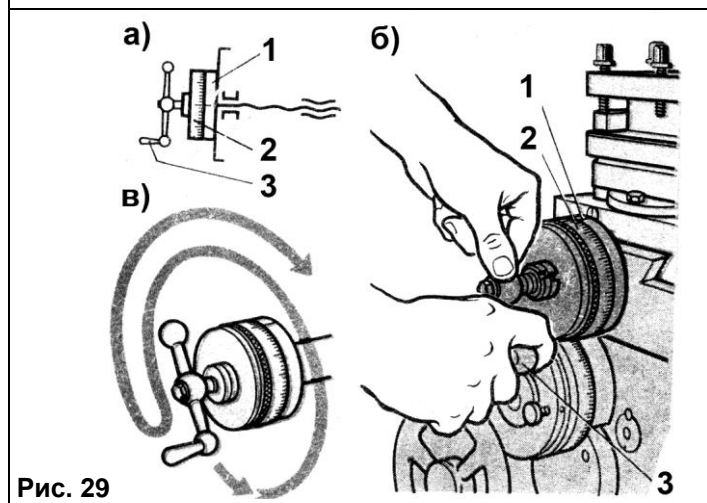

Рис. 29
11.9. Между винтом суппорта и его гайкой всегда имеется некоторый зазор (люфт). Чтобы люфт не вызывал погрешности при установке резца по лимбам, предварительно необходимо сделать один-два оборота в противоположную сторону (выбрать люфт), Рис. 29.